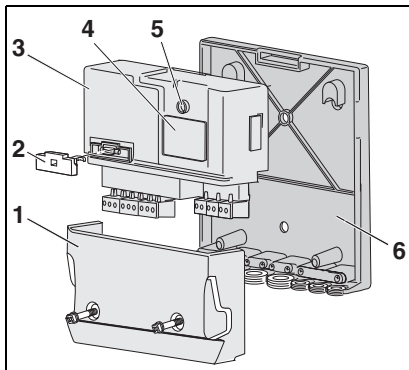

Fig. 1 Vista de conjunto EM10
Avvisi LED del modulo EM10 (fig. 1, pos. 5)